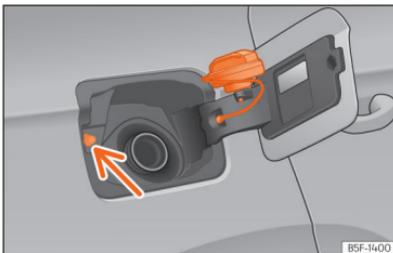

Abb. 215 Tankklappe mit aufgestecktem Tankverschluss.
• Platzieren Sie den Verschluss in der Aussparung, die sich im Scharnier der geöffneten Tankklappe befindet »» (Abb. 215).
Nicht den Taster für Tankdeckelverriegelung »» (Abb. 215) (Pfeil) berühren. Das System interpretiert ansonsten, dass der Tankvorgang beendet ist und ein weiteres Betanken ist nicht